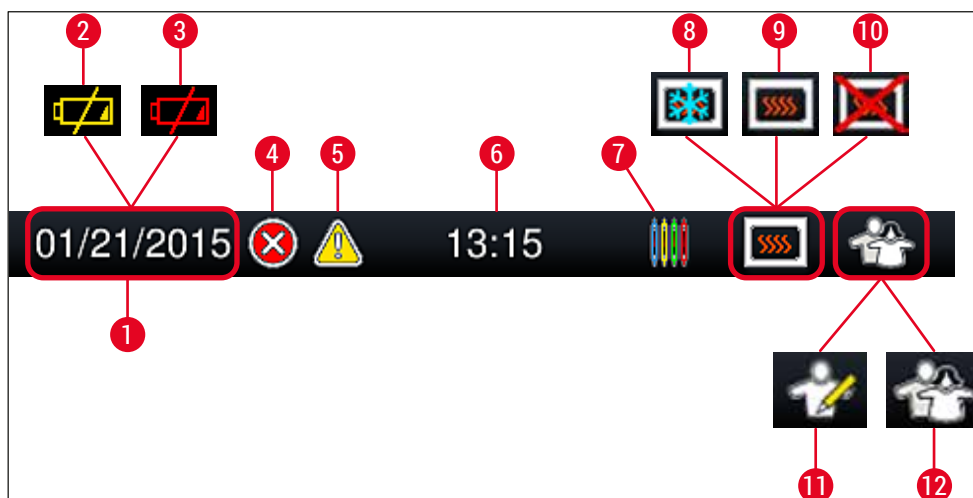

Fig. 20
- ✓ O status do usuário atual é exibido com o respectivo símbolo na barra de status (→ Fig. 20) no canto superior direito.